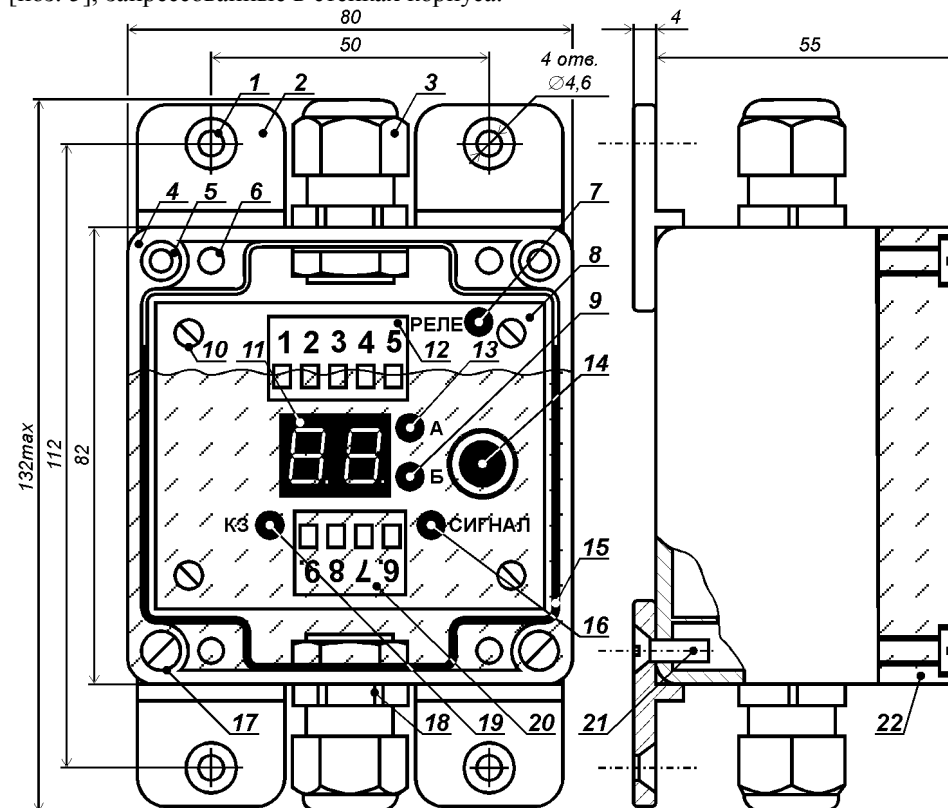
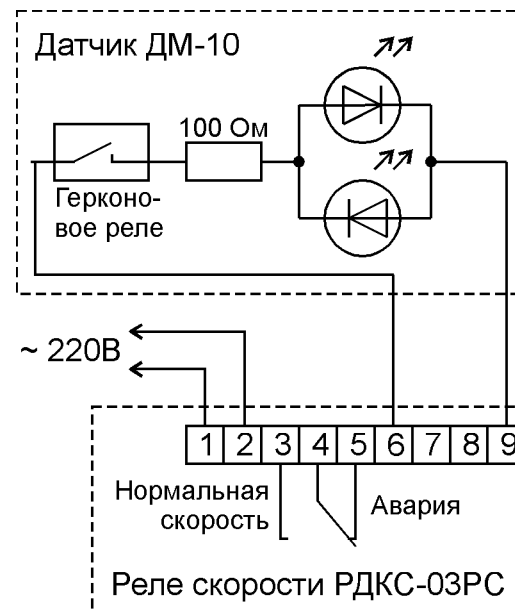

Рис. 1. Конструкция реле скорости РДКС-03РС.
Рис. 3. Схема подключения РДКС-03.
Конструкция РС показана на рис. 1. Устройство размещено в пластмассовом корпусе [поз. 4], который закрыт прозрачной крышкой [поз. 22] через уплотнитель [поз. 15] четырьмя винтами [поз. 17]. Винты вворачиваются в резьбовые втулки [поз. 5], запрессованные в стенках корпуса.
- светодиод: «Реле» [поз. 7], показывающий состояние выходных контактов РС. Светодиод горит, когда контакты находятся в положении «Нормальная скорость» (рис. 3);
Схема подключения УКС показана на рис. 3.
РС монтируется либо вблизи контролируемого механизма, либо в электрощитовом помещении, рядом с его пусковой аппаратурой. Для крепления РС служат четыре винта М4х10 из комплекта поставки. Винты вворачиваются в установочные отверстия РС [поз. 1 на рис. 1].
Клеммы РС рассчитаны на использование проводов сечением от 0,5 до 2,5 мм². Клеммы 1 и 2 РС служат для подачи напряжения электропитания (см. рис. 3), а клеммы 3, 4 и 5 – для блокировки контролируемого механизма. Датчик ДМ-10 в произвольной полярности подключается к клеммам 6 и 9, а клеммы 7 и 8 РС не используются. Для подключения проводов к разъёмным клеммным рядам РС необходимо отсоединить клеммные колодки от печатной платы, осторожно потянув их вверх. Затем следует провести кабели через гермовводы и подключить провода к клеммам, после чего вновь присоединить колодку к печатной плате РС до фиксации.
При отсутствии сетевого напряжения на клеммах 1 и 2 РС контакты встроенного электромагнитного реле находятся в положении «Авария» (рис. 3).
После подачи питания и до нажатия на энкодер [поз. 14 на рис. 1] РС находится в режиме «Работа». Светодиод «А» [поз. 13 на рис. 1] горит, если скорость механизма выше номинальной, а светодиод «Б» [поз. 9 на рис. 1] – если ниже. Цифровое табло [поз. 11 на рис. 1] показывает процент отклонения текущей скорости механизма от номинальной. Если отклонение превысило заданный порог и это превышения длится дольше заданной задержки, то контакты выходного реле РС переходят в положение «Авария» (рис. 3). При изменении скорости на 50 % и более задержка отсутствует. Цифровое табло отображает зафиксированный процент изменения скорости: если скорость в момент отключения была выше номинальной, то горит светодиод «А», а если ниже – то светодиод «Б». В случае принудительного пуска механизма, когда его скорость войдёт в допустимый диапазон и пройдёт заданное время задержки, контакты реле вернуться в положение «Нормальная скорость» (рис. 3).
В режиме «Автонастройка» РС запоминает текущую скорость объекта, в дальнейшем принимая её за номинальную (за 100%). Контакты реле переходят в положение «Нормальная скорость» (рис. 3) и одновременно мигают светодиоды «А» и «Б».
4. Если при подаче на РС сетевого напряжения загорается светодиод «КЗ» [поз. 19 на рис. 1], то следует устранить короткое замыкание в линии связи между датчиком и РС.
7. Три раза нажав на энкодер [поз. 14 на рис. 1], войти в режим «Автонастройка» (должны одновременно мигать светодиоды «А» [поз. 13 на рис. 1] и «Б» [поз. 9 на рис. 1]).